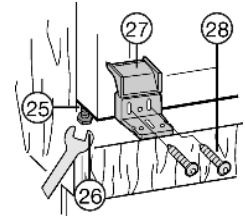

Fig. 21
- In der Tiefe Kunststoffwinkel *Fig. 21 (27)* bündig mit der Vorderkante der Möbelseitenwände ausrichten.
- Aufbaumaß berücksichtigen: Kunststoffwinkel *Fig. 21 (27)* parallel zur Scharniervorderkante ausrichten.
- In der Tiefe Kunststoffwinkel *Fig. 21 (27)* bündig mit der Vorderkante der Möbelseitenwände ausrichten, auch wenn der Winkel dadurch über den Möbelboden heraus steht.
- Gerät über die Stellfüße *Fig. 21 (25)* mit beiliegendem Gabelschlüssel *Fig. 21 (26)* gerade stehend ausrichten.